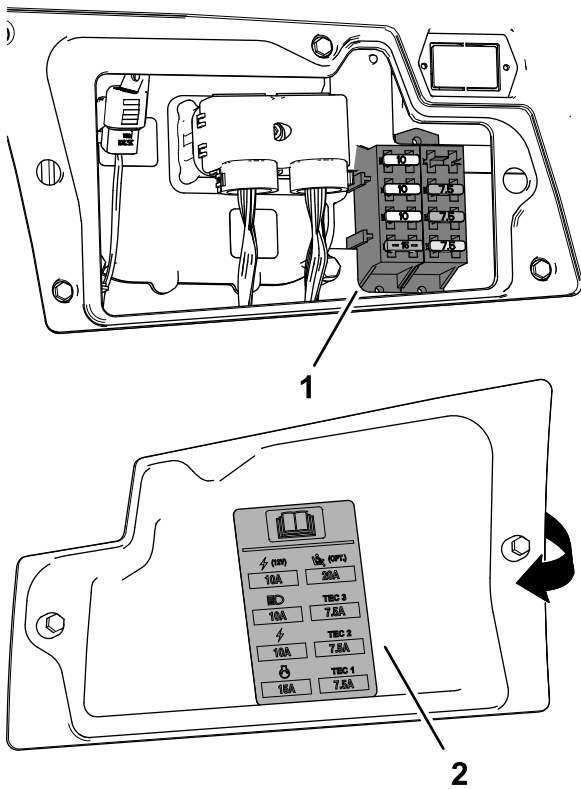

Figura 87
3. Cambie el fusible fundido (Figura 87) por otro del mismo tipo y amperaje.